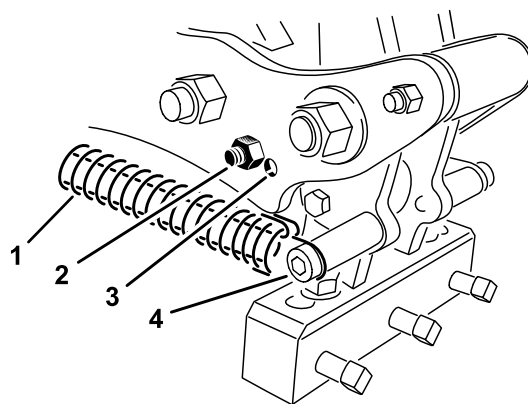

Figure 37
Régalez l'angle des louchets en fonction de leur longueur en vous servant de l'un des deux trous de réglages dans le bras d'attelage. Ces trous sont pré-réglés uniquement. Si vous utilisez des louchets de 17,8 à 25,4 cm, placez l'amortisseur de la tête d'aération aussi près que possible de l'arrière de la tête. Vous devrez peut-être utiliser l'autre position, à savoir le trou le plus éloigné de la tête (Figure 37), en raison de l'état changeant du sol.
3. Décrochez le ressort de la tête d'aération (Figure 37).
4. Retirez le boulon d'amortisseur et l'amortisseur du bras d'attelage et replacez-les dans l'autre trou de réglage (Figure 37).